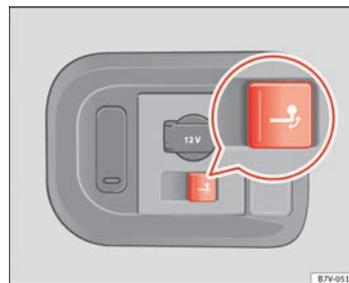

Fig. 158 Côté droit du coffre à bagages : touche permettant de basculer la boule d'attelage électriquement.
- Tirez brièvement sur la touche ⇒ fig. 158. La boule sera déverrouillée électriquement et basculera toute seule vers l'extérieur ; le témoin de la touche clignotera.
- Tirez brièvement sur la touche → fig. 158. La boule d'attelage se déverrouillera électriquement ; le témoin de la touche clignotera.